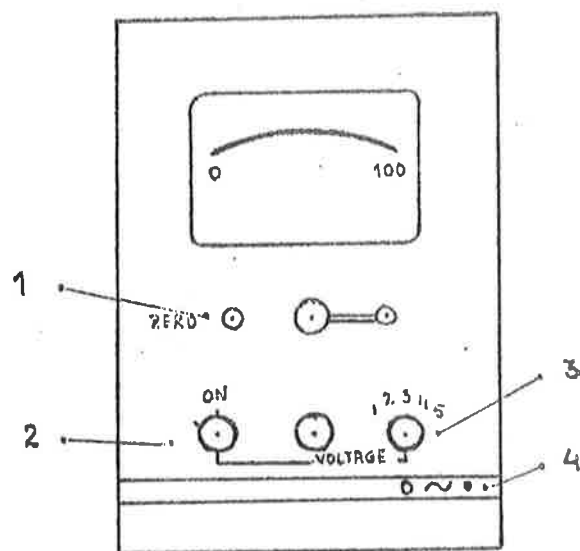

Fig. 3
b) Electrische gedeelte. Het electrische gedeelte van de opstelling bestaat uit een gestabiliseerde spanningsbron voor de kwiklamp en een versterkereenheid die tevens een aanwijsmeter bevat. De spanningsbron voor de kwiklamp bevat een aan-uit schakelaar die tijdens het voorspoelen van het systeem al wordt aangezet. Na het uitschakelen van de lamp moet men tenminste 30 minuten wachten voor men de lamp opnieuw kan starten. Dit is de reden dat de lamp meestal slechts éénmaal per dag wordt gestart. Het versterker gedeelte versterkt het signaal van de fotomultiplier en geeft het resultaat af aan de aanwijsmeter en de recorder. De versterker wordt aangezet met knop 4 (Fig. 3); de fotomultiplier moet daarna worden aangezet met knop 2 en de spanning op de fotomultiplierbuis kan trapsgewijs worden opgevoerd met schakelaar 3. Bij elke verhoging van de spanning over de fotomultiplier wordt het signaal + 2 maal zo groot.
De uitslag van de aanwijsmeter wordt meestal niet gebruikt bij de bepaling zelf, alleen bij de instelling van de versterking van de pilot-monsters. De gevoeligheid (onbenoemde bovenste knoppen) en de nulpunts-onderdrukking (knop 1, Fig.3) van de aanwijsmeter werken ONAFHANKELIJK van de recorder-uitgang.